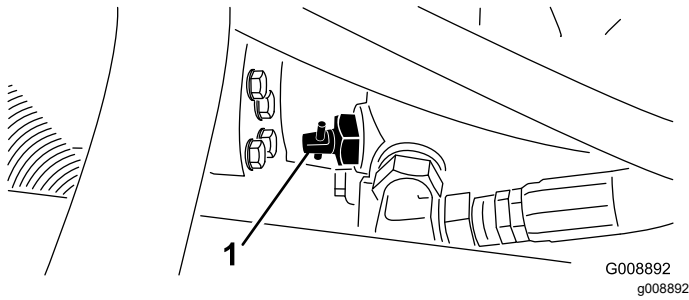

Figura 41
- Localice la válvula de desvío en la bomba (Figura 41) y gírela 90°.